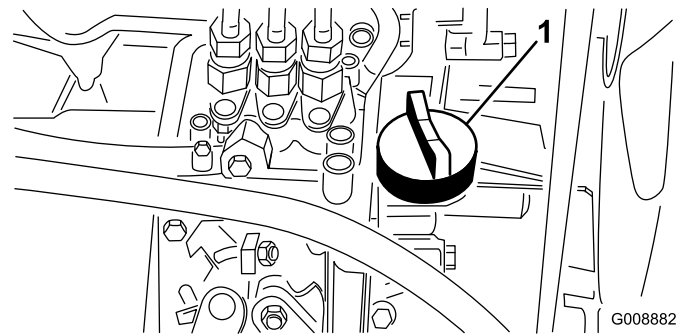

Bild 36
4. Entfernen Sie bei niedrigem Ölstand den Ölfülldeckel (Bild 36), gießen langsam kleinere Ölmengen ein und prüfen den Stand regelmäßig, bis die Voll“-Marke am Peilstab erreicht wird.